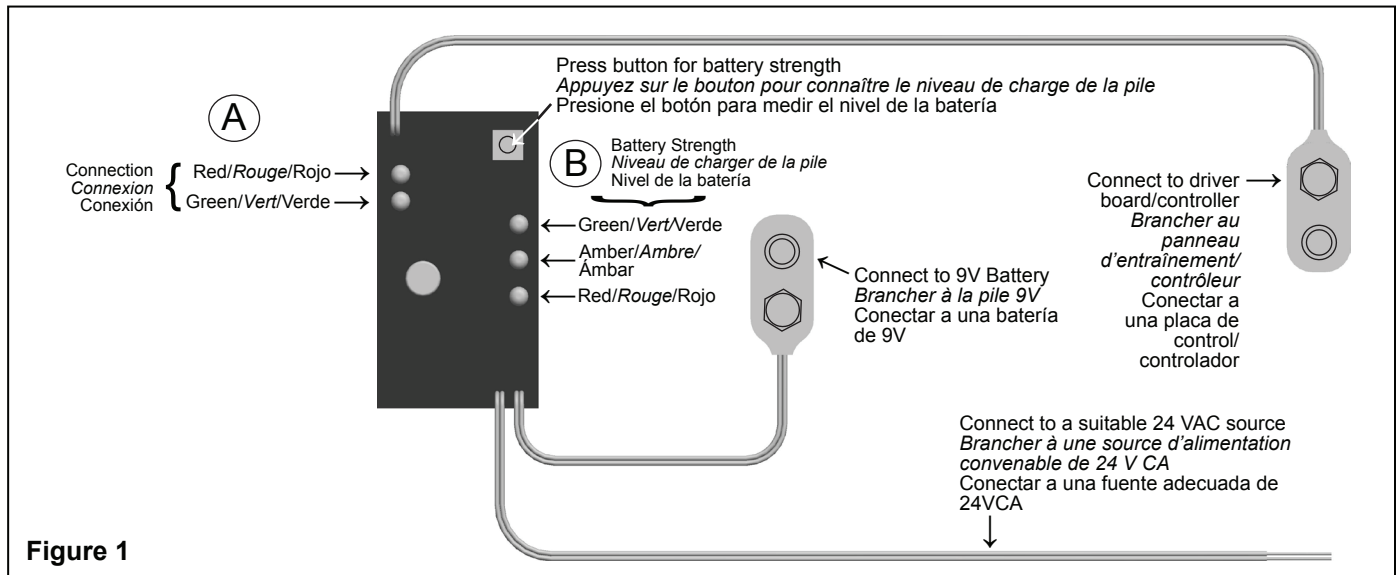

Figure 1
- 1 Attach shorter snap connector (9) of converter to 9V battery (10).
Note: If Red Light comes on at (A), (see Figure 1), then the wrong snap connector of (1) has been attached.
Remarque : Si le voyant rouge (A) s'allume (voir la figure 1), le mauvais connecteur à boutons-pression de (1) a été branché.
NOTE: If Red Light comes on at (A), (see Figure 1), then the wrong snap connector of (5) has been attached.
REMARQUE : Si le voyant rouge (A) s'allume (voir la figure 1), le mauvais connecteur à boutons-pression de (5) a été branché.*